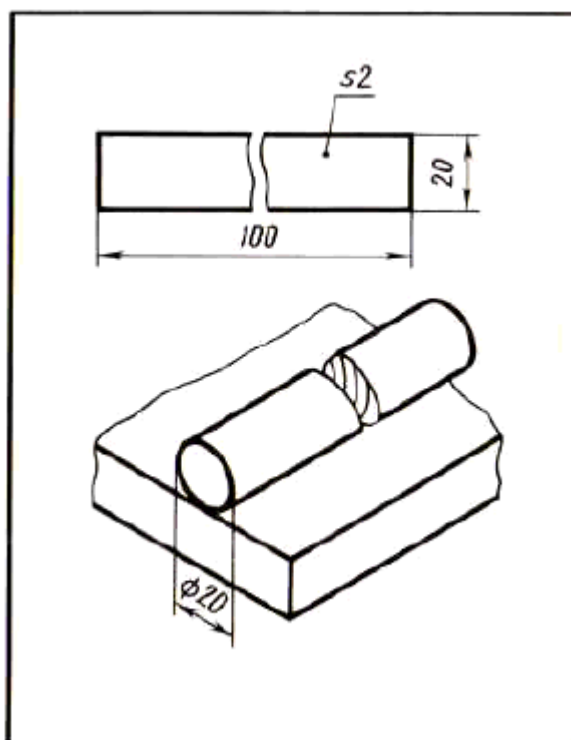

Рис. 156. Задание к графической работе № 10
1. Из данной заготовки размером 100X20X2 мм (рис. 156) сконструировать обойму для крепления стержня диаметром 20 мм (деталь задвижки) к доске. Выполните эскиз, содержащий два вида, нанесите размеры.